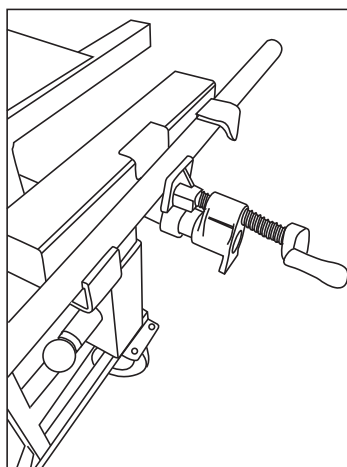

Fig. 1
1. Para utilizar el ensamblaje de la prensa de velocidad (9) para cortar conductos de electricidad de $\frac{1}{2}$ " o 1". En un ángulo de 45 grados, coloque el conducto en el soporte de conducto. Ubique el conducto de modo que quede paralelo con el suelo y en la posición correcta para realizar el corte deseado. Ajuste la prensa de velocidad (9) girando con la manivela el asa hasta que quede ajustada. El conducto ahora está listo para que se pueda cortar de manera segura (Fig. 1).